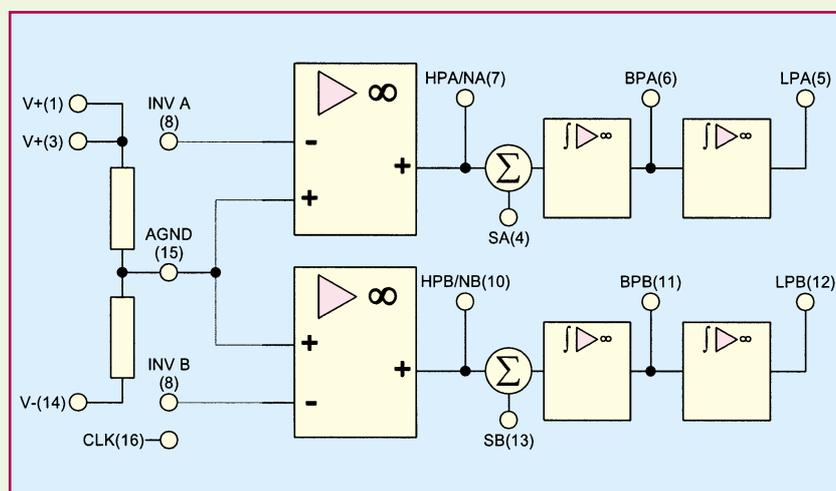

Bild 12: Interne Struktur des LTC 1067-50
- In Abbildung 12 ist die Innenschaltung dargestellt. Der LTC 1067 enthält 2 sehr